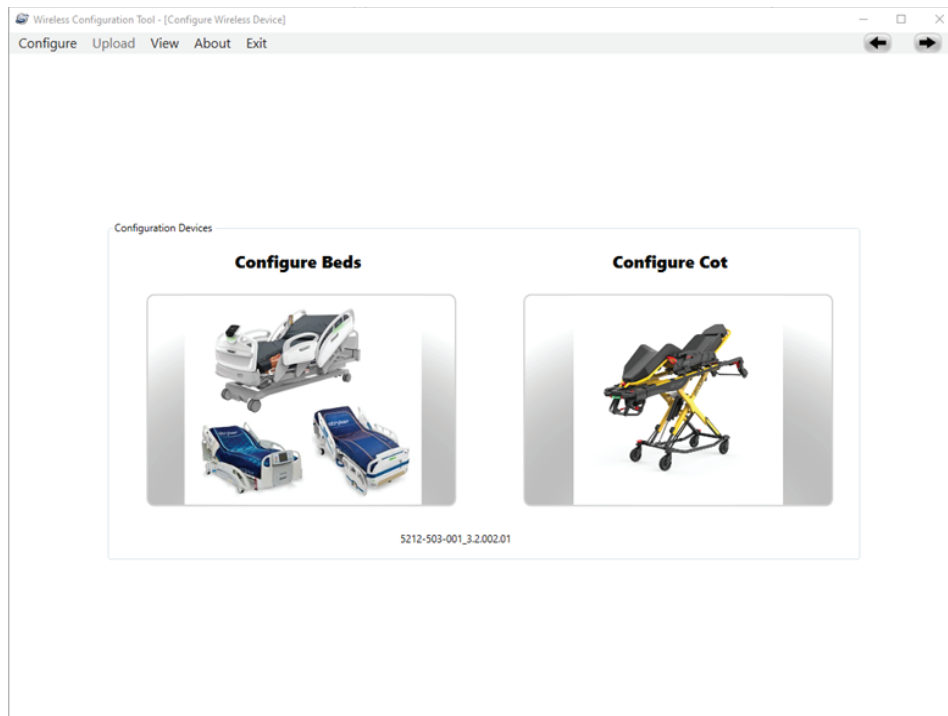

Figure 120 –
3. Ouvrir l'outil de configuration de Stryker Wireless (Figure 120).